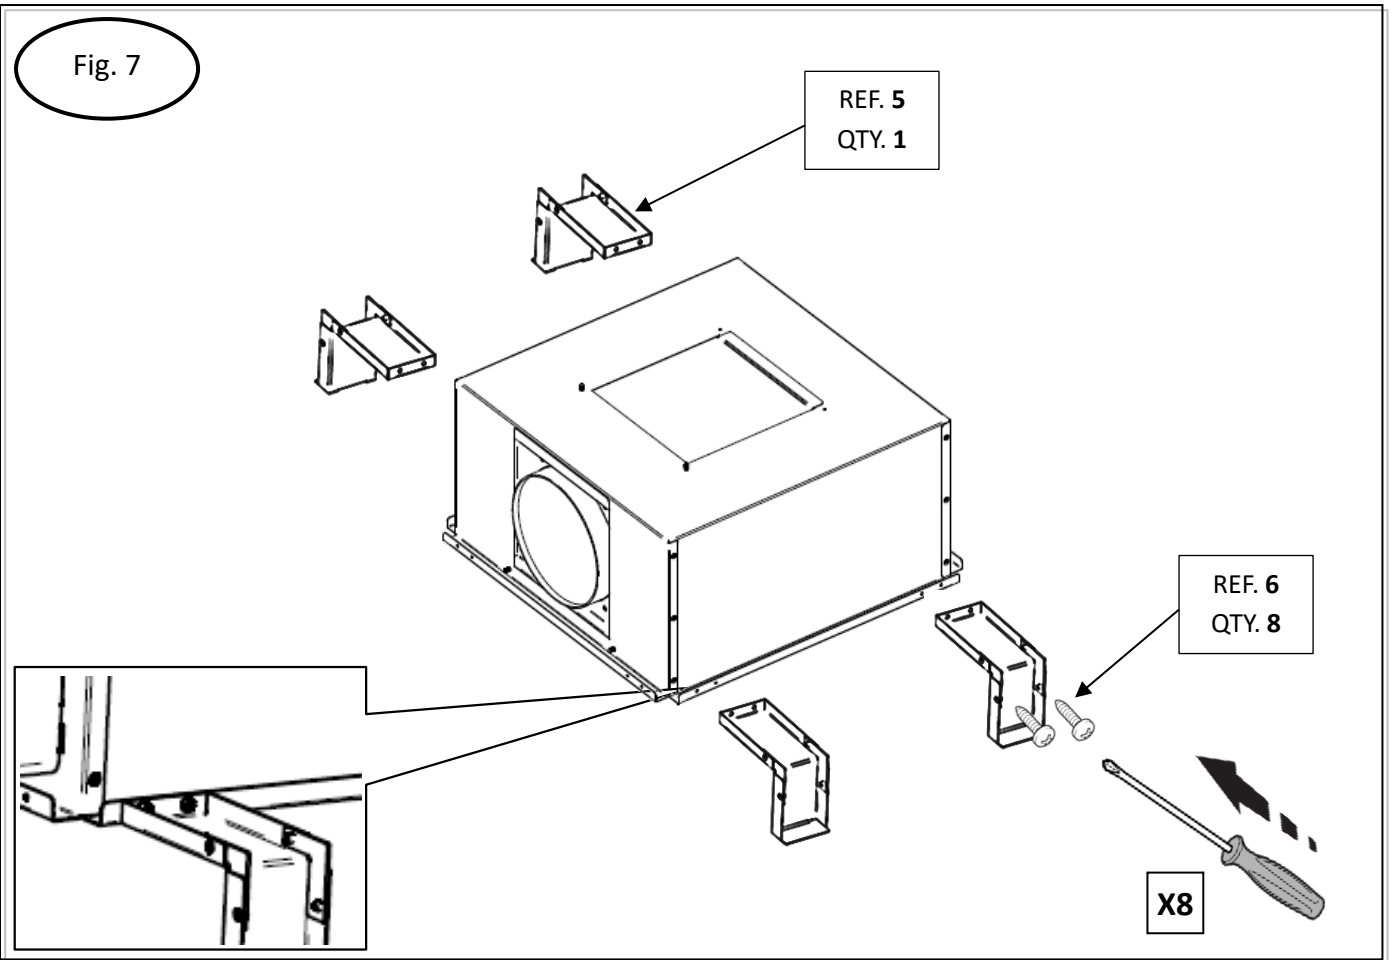

Fig. 8
- Monte la carcasa del soplador en el marco de centrado previamente colocado utilizando las pestañas (fig.8).